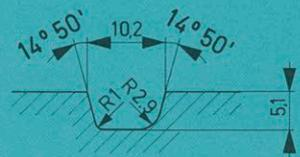

Abb.3
eines trapezförmigen Profils zusammengesetzt aus ① Abb. 3; 4